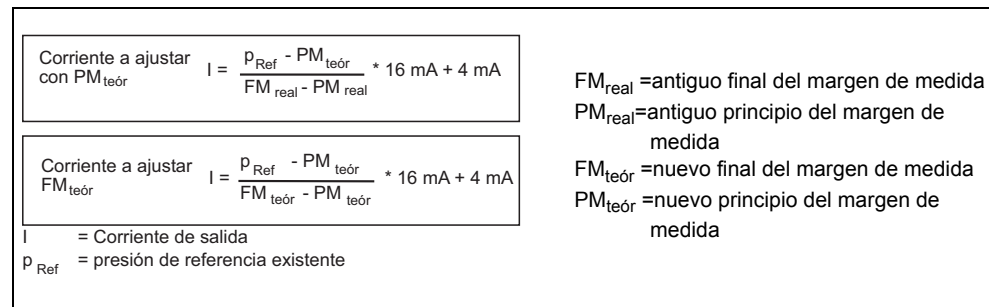

Figura 10 Fórmula para cálculo de la corriente (ajuste del principio y final del margen de medida)
Tomando como base las fórmulas siguientes (Figura 10), puede calcularse la corriente a ajustar para el principio y el final del margen de medida deseados.
- B: Con ayuda de las fórmulas (Figura 10) se calcula primero la corriente a ajustar para el principio del margen de medida deseado (2 bar) en la presión de referencia aplicada y después se ajusta (13 mA).
- C: Con ayuda de las fórmulas (Figura 10) se calcula primero la corriente a ajustar para el final del margen de medida (14 bar) con la presión de referencia aplicada y después se ajusta (16 mA).